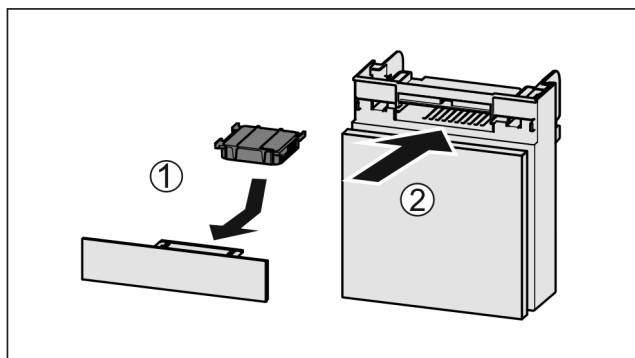

Fig. 37
- ▶ Wkładać Fig. 37 (1) filtr z węglem aktywowanym zgodnie z ilustracją.
- ▷ Filtr z węglem aktywowanym zatrzaskuje się. Gdy filtr z węglem aktywowanym jest skierowany w dół: ▶ Wsunąć komorę Fig. 37 (2).